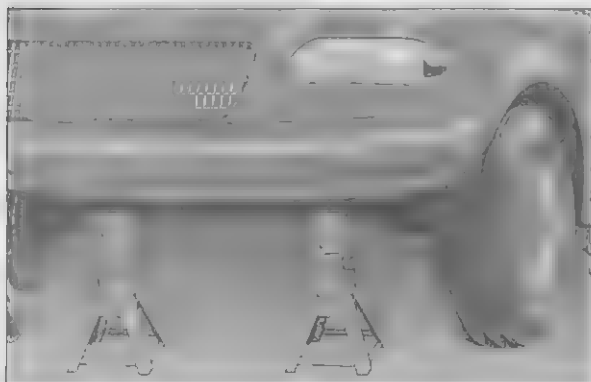

Рис. 1.2 Страховые подпорки безопасно поддерживают вашу машину
4. Если у вас есть страховые подпорки, разместите их под машиной там, где домкрат упирается в машину (рис. 1.2). Поднимите их на подходящую высоту и заблокируйте. Опустите домкрат, чтобы машина стала на подпорки, а затем уберите его.